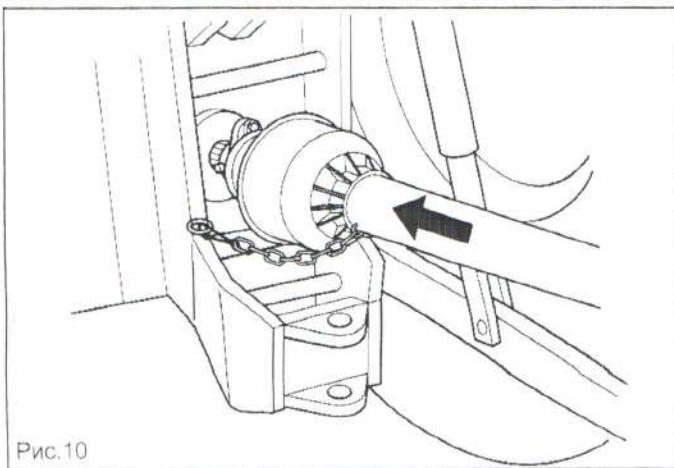

Рис.10
- 6) Соединить карданный вал и убедиться, что он полностью заблокирован на валу передачи скорости (Рис.10). Проверить свободное вращение защиты и закрепить её специальной цепью.